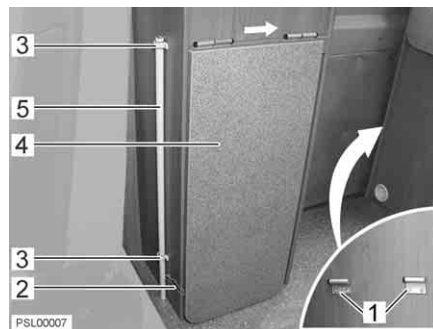
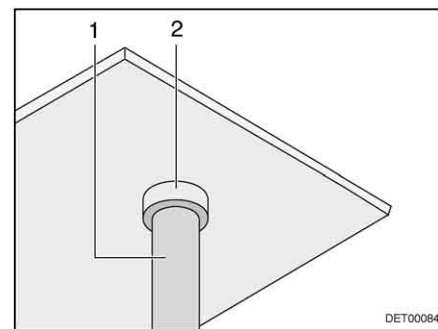

Fig. 34 Table pliante, repliée
Fig. 35 Table pliante, logement du pied
- Desserrer la bande de sécurité (Fig. 34,2) (bouton).
- Tirer le pied (Fig. 34,5) vers le haut pour le faire sortir des supports (Fig. 34,3).
- Rabattre le plateau de table (Fig. 34,4) vers le haut et insérer le pied de table (Fig. 35,1) dans le logement (Fig. 35,2).
- Rabattre le plateau de table (Fig. 34,4) un peu vers le haut et le pousser vers l'arrière (Fig. 34, flèche).
- Insérer le plateau de table dans les supports de la paroi arrière du bloc cuisine (Fig. 34,1).
- Placer le pied de table (Fig. 35,1) dans le logement (Fig. 35,2).